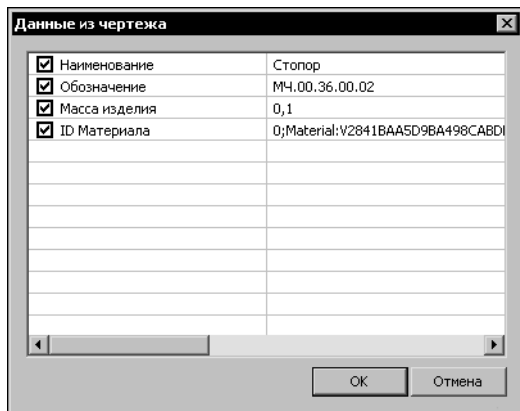

Рис. 5.6. Выбор параметров, импортируемых из чертежа
2. В открывшемся окне **Данные из чертежа** (рис. 5.6) снимите маркеры напротив тех параметров, которые не требуется импортировать из чертежа.